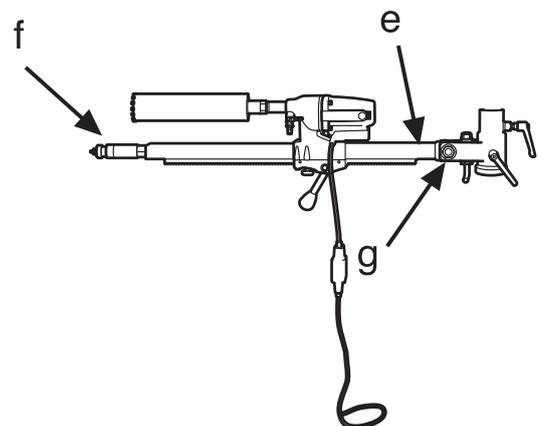

Рис.7
- Проверьте положение коронки. Чтобы закрепить сверильную колонку, ввинтите упор колонки (F) (рис. 7) в стену и зафиксируйте его стопорной гайкой 30 мм (F) (рис. 7). Используйте подпятник из дерева.